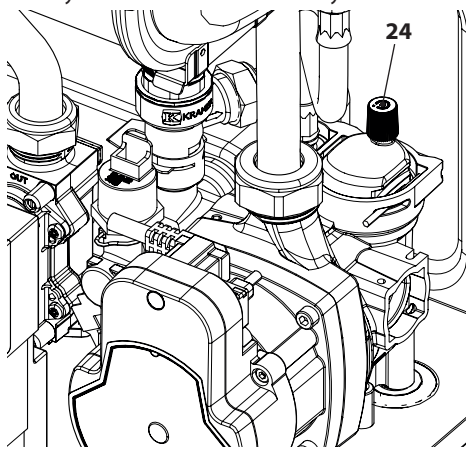

Рисунок 6.3
- Открутите пробку автоматического воздуховыпускного клапана 24 см. Рисунок 6.3.